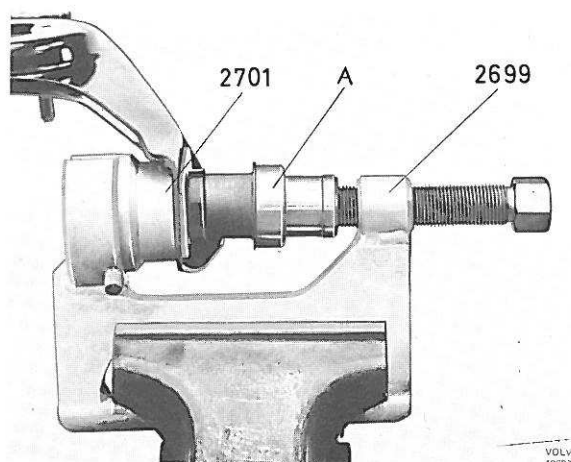

Figure 37. Montage des bagues, triangle inférieur de commande
- Monter les nouvelles bagues avec le mandrin 2705, ainsi que l'outil 2904 ou 2905 selon le modèle de bague et de triangle de commande. Disposer le mandrin A comme indiqué sur la figure 37 et, comme pour le démontage, se servir des outils 2699 et 2701.